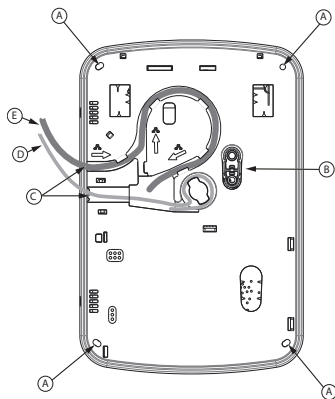

Figura 2 - Placa traseira do TL8803GI-EU
4. Prenda a placa traseira na parede usando os 4 orifícios de montagem. Ver Figura 2.